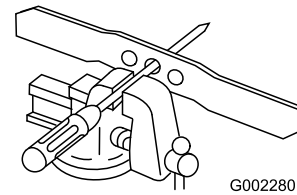

Figure 39
1. Vérifiez l'équilibre de la lame en enfilant le trou central sur un clou ou la tige d'un tournevis serré horizontalement dans un étau (Figure 39).